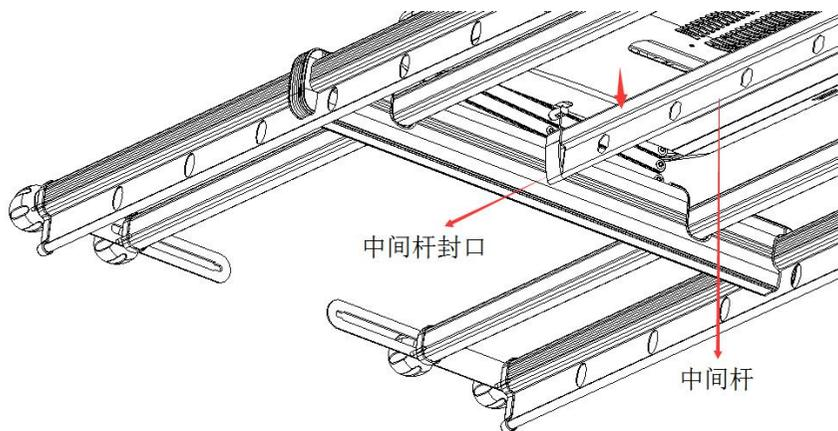

图 15
- a. 装中间杆：将中间杆至上往下放进中间杆封口内，如图 15 所示。